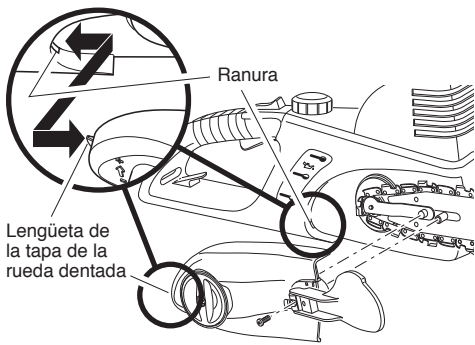

Figura 16 - Inserte la lengüeta de la tapa de la rueda dentada en la ranura
1. Inserte la lengüeta de la tapa de la rueda dentada en la ranura del bastidor de la sierra (vea la Figura 16).